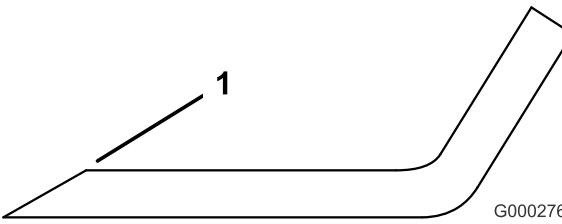

Figure 88
3. Examinez les tranchants de toutes les lames. Aiguissez-les s'ils sont émoussés ou ébréchés. N'aiguisez que le haut du tranchant et conservez l'angle de coupe d'origine pour obtenir une coupe nette (Figure 88). Limez la même quantité de métal sur chacun des deux tranchants pour ne pas déséquilibrer la lame.